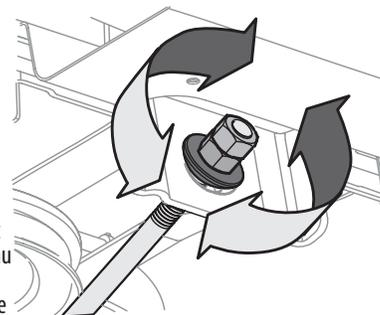

Figure 19
4. Pour relever l'avant du plateau, desserrez l'écrou supérieur, puis serrez l'écrou inférieur (tournez vers la droite). Voir Figure 19. Après avoir effectué le réglage approprié, serrez l'écrou à un couple de 33,9 à 40,7 N m (25 à 30 pi-lb).
5. Pour *abaisser* l'avant du plateau de coupe, desserrez l'écrou supérieur, puis desserrez l'écrou inférieur (tournez vers la gauche). Voir Figure 19. Une fois le réglage approprié effectué, serrez l'écrou supérieur.